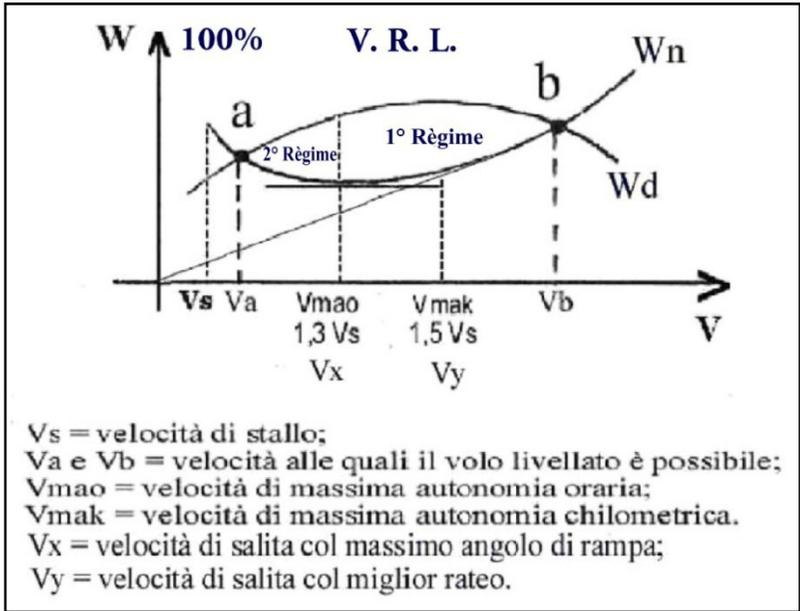

FIG. 55 – PRIMO E SECONDO RÈGIME
- Ma, poiché avrebbe bisogno di maggior **potenza (Wn)** e non ne dispone (**Wd**), l'**aeroplano** inizia una **discesa (variometro negativo)**. Istintivamente riporta la **cloche** indietro e la velocità diminuisce riportandosi alla “**Vb**”, alla quale il volo livellato è ancora possibile. **FIG. 55**